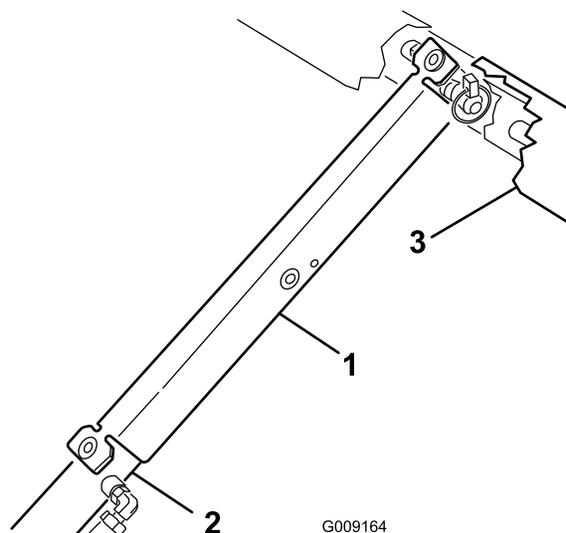

Рисунок 31
3. Насадите опору кузова на шток гидроцилиндра так, чтобы концевые лепестки опоры опирались на торец корпуса гидроцилиндра и на торец штока гидроцилиндра (Рисунок 31).